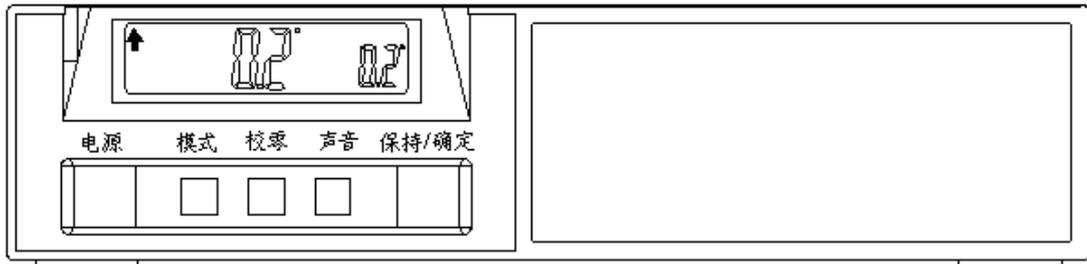

图 G-1
坡度计正面分为以下几大部分：液晶显示区，按键区，标签区，见图 G-1。
坡度计的角度显示有符号数，最小分辨单位 0.1。坡度计如图 G-1 水平放置，此时坡度计左测量面高于右测量面时为正角度，同时向上的箭头被点亮。左边低于右边时为负角度，同时向下的箭头亮起。
**设置方式：** 通过【电源】按钮设置，见图 G-1 所示；
设置方式：通过【保持/确定】按钮设置，见图 G-1 所示；
设置方式：通过【校零】、【保持/确定】按钮设置，见图 G-1 所示；
**设置方式：**通过【声音按钮设置，见图 G-1 所示；